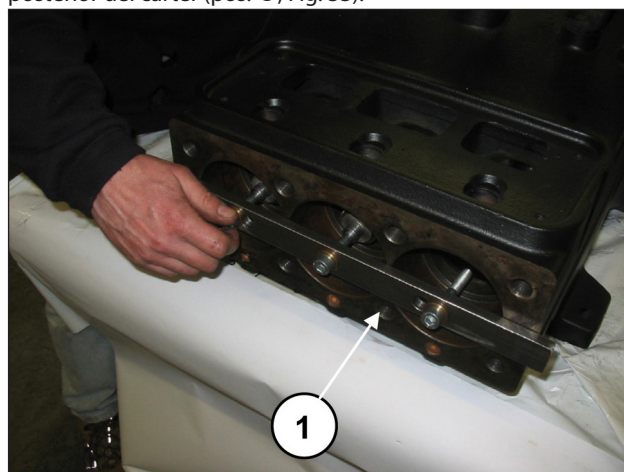
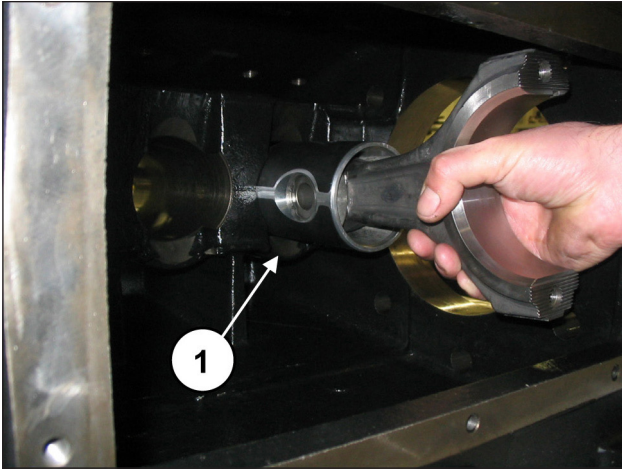

Fig. 32
Fig. 33
En aquellos casos en los que sea necesario sustituir una o más bielas, o guías del pistón, actuar del siguiente modo: Desenroscar los tornillos de la herramienta cód. 27566200 para desbloquear las bielas (pos. ①, Fig. 32) y, a continuación, extraer los grupos biela-guía del pistón por la abertura posterior del cárter (pos. ①, Fig. 33).
Comprobar que el cárter esté limpio e introducir el grupo semibiela-guía pistón dentro de las levas del cárter (pos. ①, Fig. 33).
Bloquear los tres grupos con la herramienta cód. 27566200 (pos. ①, Fig. 32).
27566200 (pos. ①, Fig. 32).